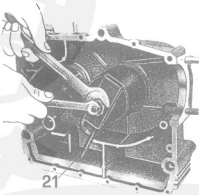

Fig. 19
- l'anello esterno del cuscinetto per albero motore adoperando apposito attrezzo n° 259070G0 (21 di fig. 19);